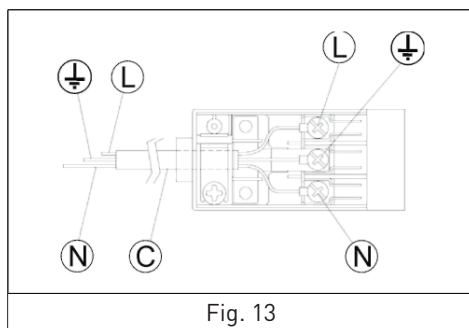

Fig. 13
- Branchez les fils conformément au schéma de la figure 13, en veillant à respecter les correspondances suivantes :